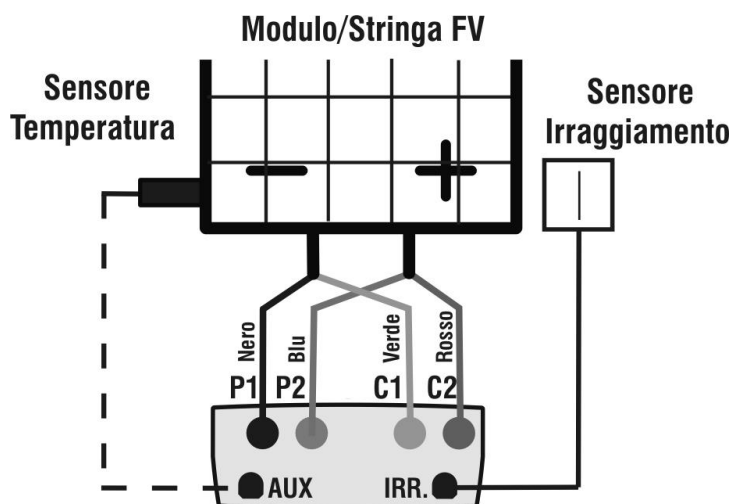

Fig. 7a: Collegamento strumento al modulo/stringa FV
20. Collegare lo strumento al modulo/stringa in prova come mostrato nella seguente Fig. 7a. In particolare collegare il polo Negativo in uscita dal modulo/stringa ai terminali P1, C1 e il polo Positivo in uscita dal modulo/stringa ai terminali P2, C2. In modalità di attivazione misura "**Auto**" è raccomandato l'uso dell'accessorio opzionale KITKELVIN